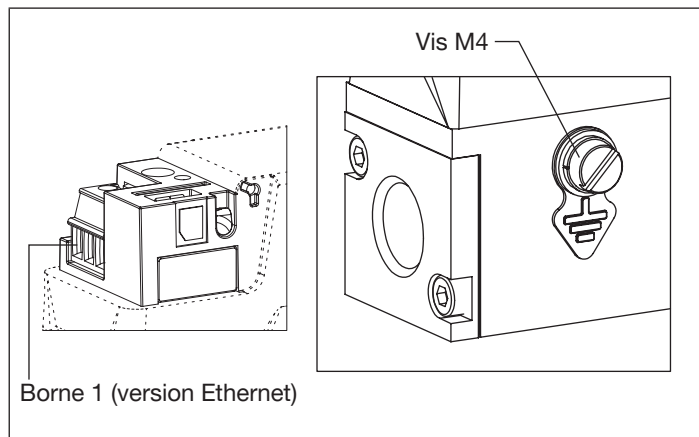

Fig. 22: Possibilités de raccordement de la terre fonctionnelle (FE)
- Relier un conducteur du blindage du câble à la vis M4 (voir Fig. 22, chapitre 7.6.5), soit directement, soit par l'intermédiaire d'une cosse de câble.